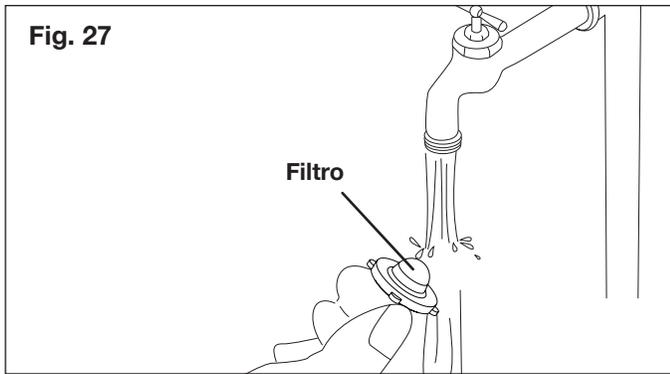

Fig. 27
1. Para asegurar un buen rendimiento, verifique y limpie el filtro de adaptador (Fig. 26). Retire el filtro y enjuáguelo con agua tibia para evitar que cualquier material extraño obstruya la bomba (Fig. 27).